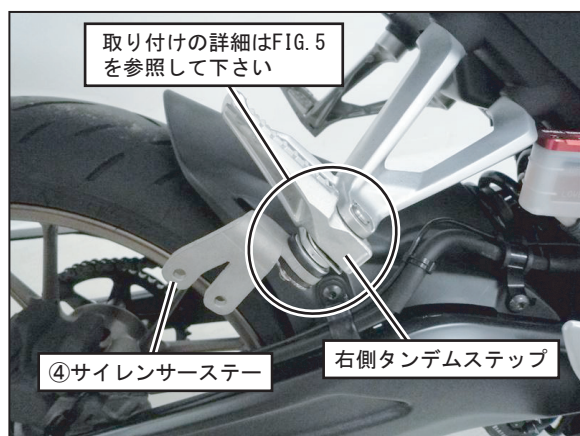

FIG. 4
5. 手順4でピンを外した穴に、⑥低頭段付きボルトM6φ8L45を上から取り付け、⑩平ワッシャM8×26、④サイレンサーステー、⑨平ワッシャM6×26、⑬UナットM6の順に下から取り付け仮締めして下さい。（FIG. 4, 5 参照）